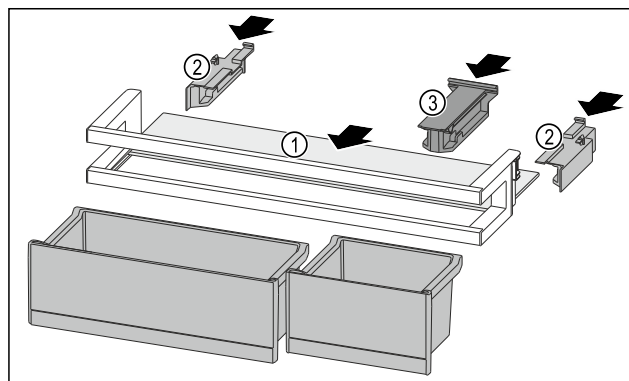

Fig. 84
- Abstellfläche Fig. 84 (1) in die seitlichen Einsparungen einschieben.
- Seitenteile Fig. 84 (2) einsetzen.
- Halteteil Fig. 84 (3) einsetzen.